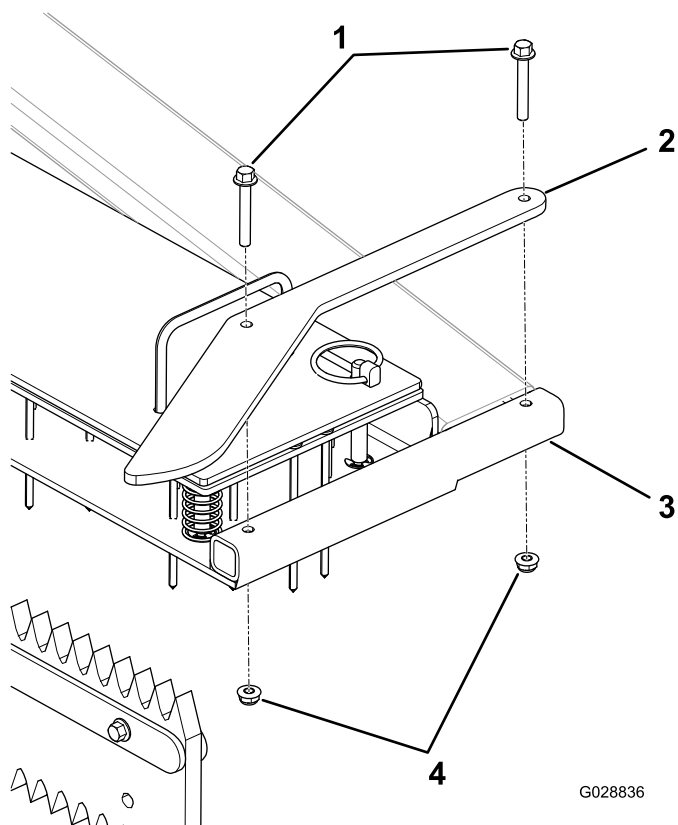

図 10
1. 図 10に示すように、ネイル・ドラッグのフレームの側面にある穴に、サイドガードの穴を合わせる。
2. ねじ2本とロックナット2個でサイドガードを固定する図 10。